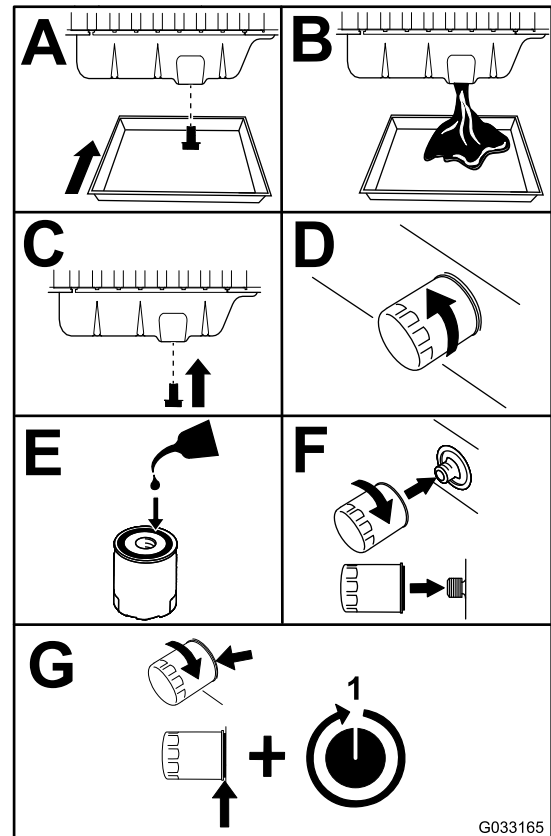

Figura 53
3. Cambie el aceite del motor y el filtro (Figura 53).